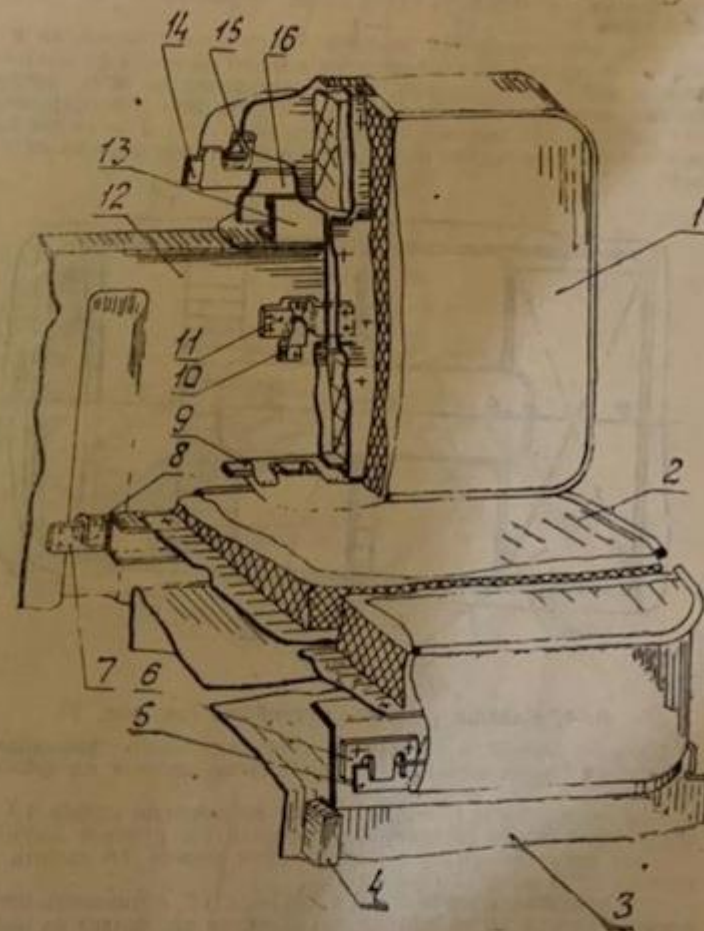

Рис. 4
6. 3. Установка сидений (см. рис. 4 и 6)